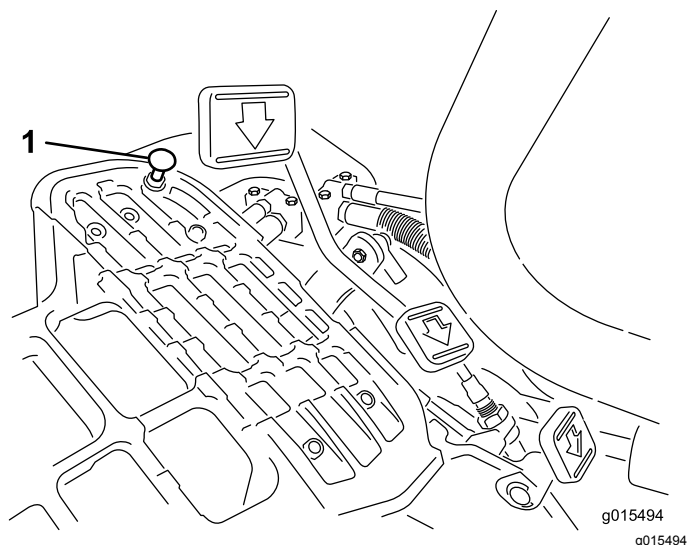

Рисунок 48
Нажмите на педаль тяги. Если педаль тяги касается упора (Рисунок 48) до того, как на тросике будет ощущаться натяжение, то требуется выполнить следующую регулировку:
1. Отпустите фланцевые гайки с буртиком, которые крепят упор педали к плите пола (Рисунок 48).